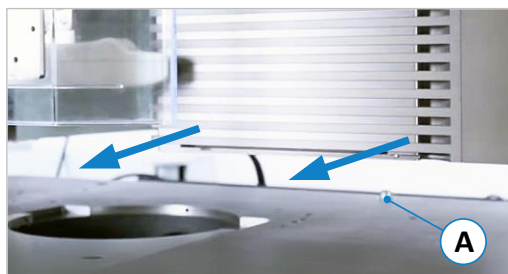
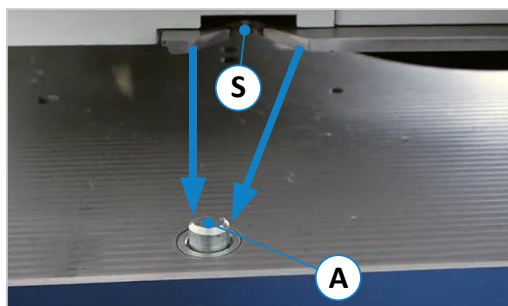

Abbildung 25: Mittig über Frässpindel bewegen
Abbildung 26: Öffnung an Arretierbolzen ausrichten
- Bewegen Sie den Anschlag mithilfe einer zweiten Person, mit einem geeigneten Hebezeug oder mit der optionalen Wegschwenkvorrichtung über den Maschinentisch, so dass er sich ungefähr mittig über der Frässpindel befindet (⇒ Abbildung 25).
- Stellen Sie sich nun auf die Maschinenrückseite und ziehen den Anschlag mit der Schwalbenschwanz-Führung (S) so nahe wie möglich gegen den Arretierbolzen (A).
- Den Anschlag nun absetzen und den Rest von Hand so verschieben, dass der Arretierbolzen (A) sicher in der Aufnahme (S) einrastet (⇒ Abbildung 26).